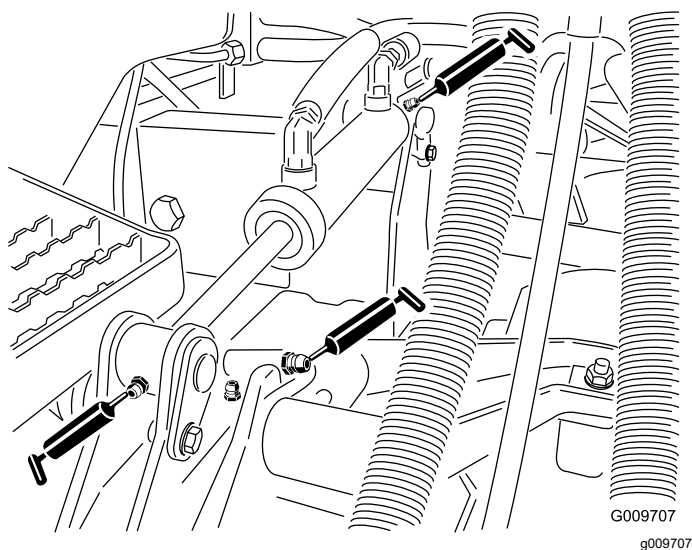

Рисунок 46
- Втулки подъемных рычагов (по 1 шт. на режущий блок), как показано на Рисунок 46
- Втулки подъемных цилиндров (по 2 шт. на режущий блок), как показано на Рисунок 46